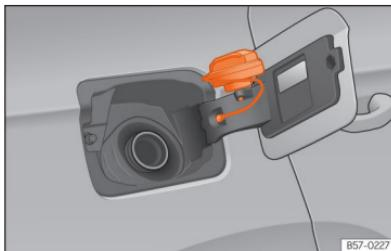

Fig. 184 Tampa do depósito com o tampão encaixado.
- Coloque-a no espaço existente na dobradiça da tampa aberta »» Fig. 184.